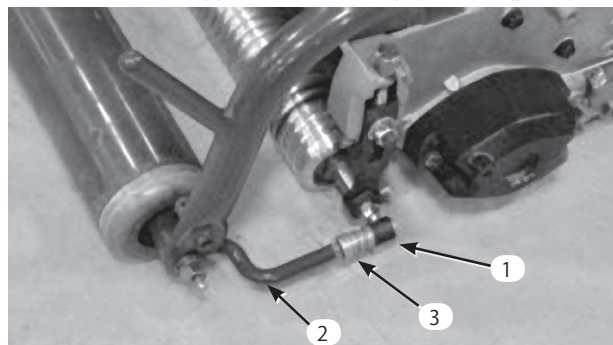

図12
る。スリーブから手を離すとスタッドとジョイントが結合する（図12）。
6. ソケットの開口部とボールスタッドの中心を合わせ、ジャムナットを締めてソケットを固定する（図12）。
10. リールモータのシャフトのスプライン部にグリスを塗布する。モータを取り付け穴に正対させ、時計方向にひねってスタッドを一回かわし、次に左回りにひねって、キャップスクリュにフランジをしっかりと掛ける。キャップスクリュを締めてモータを固定する（図12）。